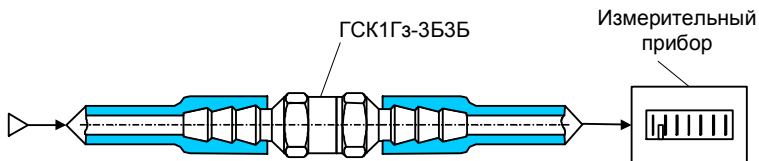

Рисунок 2.1 – Схема установки гасителя в измерительную магистраль
2. Разрезать подводящий к прибору давления резиновый шланг и соединить разрезанные его концы гасителем колебаний (см. рисунок 2.1).